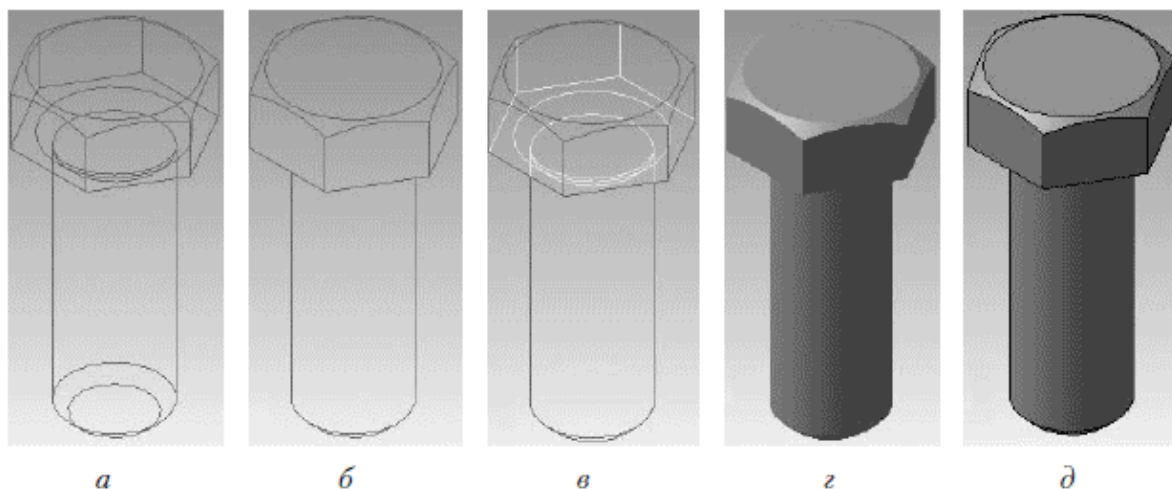

Рис. 1.21. Способы отображения трехмерных моделей: каркас (а), без невидимых линий (б), невидимые линии тонкие (в), полутоновое (г), полутоновое с каркасом (д)
- Каркас – изображение формируется проецированием контуров моделей на экран (рис. 1.21, а).
- Без невидимых линий – то же, что и каркас, только с учетом перекрытия контуров, то есть ребра и линии контура модели, которые невидимы в действительности, на экране не отображаются (рис. 1.21, б).
- Невидимые линии тонкие – модель показана в виде каркаса, при этом линии невидимого контура рисуются более светлыми, чем линии видимой части каркаса (рис. 1.21, в).
- Полутонковое – способ отображения, учитывающий цвет и другие оптические характеристики модели (блеск, зеркальность, прозрачность и т. п.) (рис. 1.21, г).
- Полутоновое с каркасом – то же, что и полутоновое, только видимые линии каркаса выделяются черным цветом (рис. 1.21, д). Эта команда работает только при полутоновом отображении моделей, то есть ее вызов при любом из каркасных отображений ни к чему не приведет.